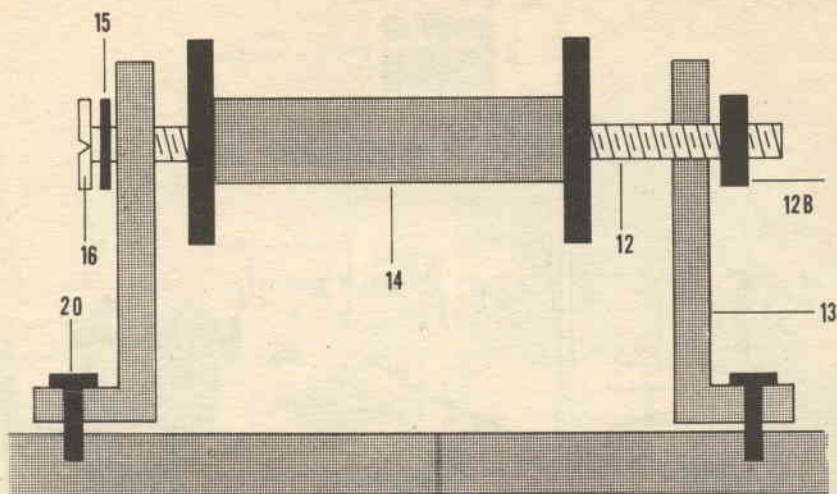

Fig. 3
Fig. 3 - Schema in sezione del gruppo « portarocchetto di alimentazione ». L'altezza delle squadrette ad L (13) deve essere circa il triplo del diametro del rocchetto (14).